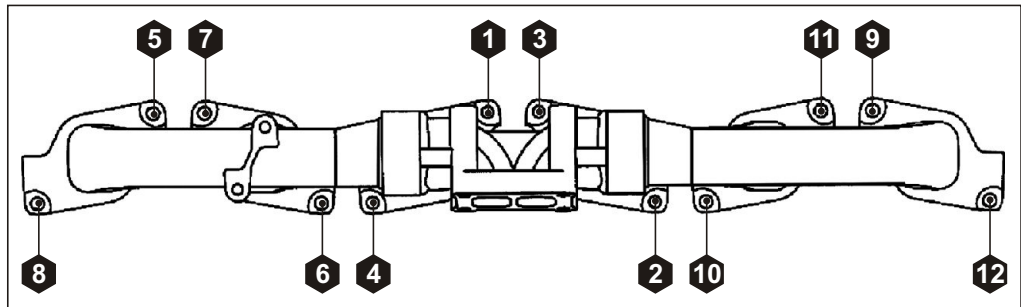

Рис. 128. Порядок затяжки болтов выпускного коллектора.
1. Установить в отверстия (1, 3, 5, 7, 9, 11) (см. Рис. 128) крепления коллектора выпускного на головке блока цилиндров 6 технологических направляющих.
5. Болты крепления коллектора выпускного предварительно затянуть моментом 20 ± 4 Нм и окончательно затянуть моментом 40 ± 8 Нм. Затяжку болтов производить по порядку в соответствии с Рис. 128.